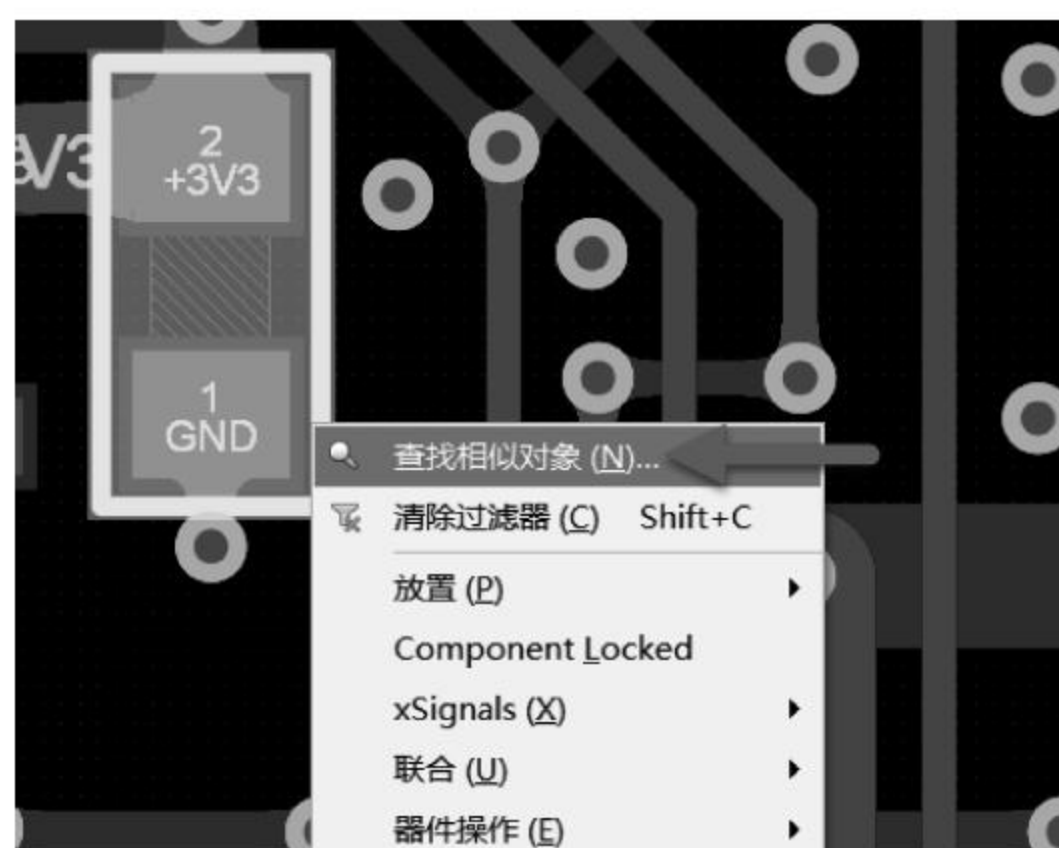

图 6-20 选择“查找相似对象”命令
② 单击选中 C14, 单击鼠标右键, 在弹出的快捷菜单中选择“查找相似对象”命令, 如图 6-20 所示。